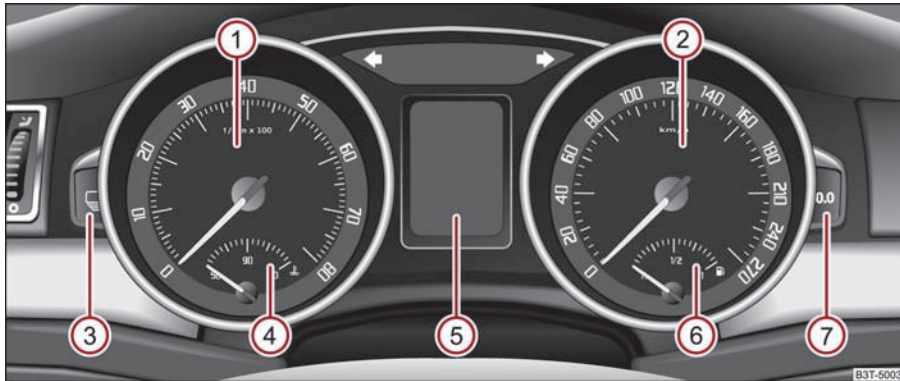

Abb. 15 Kombi Instrument
Der rote Bereich der Drehzahlmesserskala ① ⇒ Abb. 15 kennzeichnet den Bereich, in dem das Motorsteuergerät beginnt, die Motordrehzahl zu begrenzen. Das Motorsteuergerät begrenzt die Motordrehzahl auf einen sicheren Grenzwert. ▶
Die Kühlmitteltemperaturanzeige ④ ⇒ Abb. 15 arbeitet nur bei eingeschalteter Zündung.
Die Kraftstoffvorratsanzeige ⑥ ⇒ Abb. 15 arbeitet nur bei eingeschalteter Zündung.